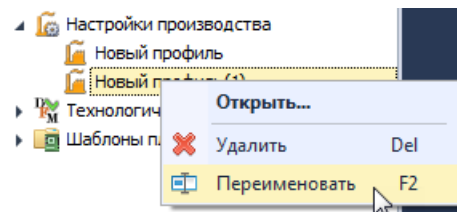

Рис. 122 Переименование профиля
2. Вызовите контекстное меню и выберите пункт «Переименовать», также для данного действия задана горячая клавиша F2, Рис. 122.